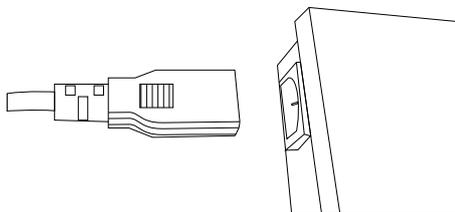

Figura 3
E. Conecte un extremo del cable de alimentación del Suprack y el otro a un toma corriente de 120 Vac. Ver figura 3.